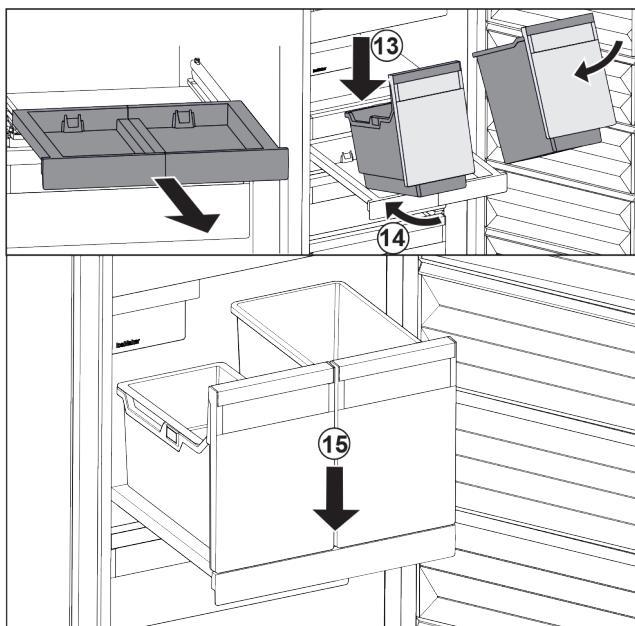

Fig. 129
- ▶ Posodo položite na izvlečno polico v pošeavnem položaju. *Fig. 129 (13)*
- ▶ Posodo potisnite v pošeavnem položaju proti zadnji strani. *Fig. 129 (14)*
- ▶ Posodo odložite spredaj. *Fig. 129 (15)*